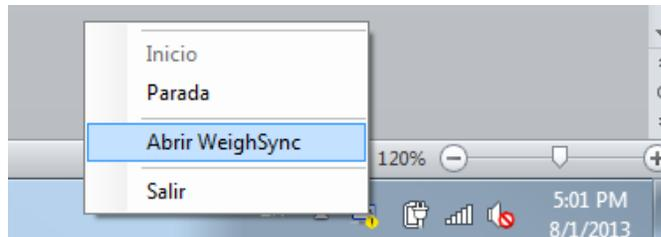

Figura 1-10: WeighSync en la bandeja del sistema
- Al abrir la aplicación desde el menú de íconos de la bandeja (Figura 1-10).